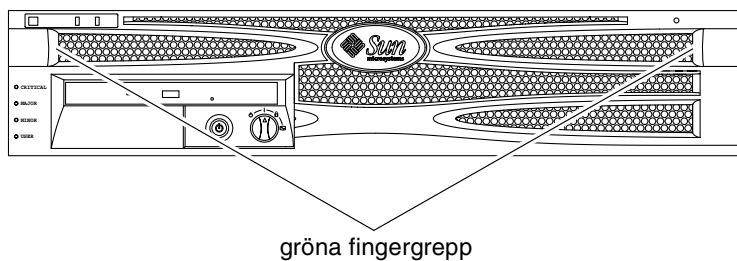

BILD 2-1 Fingergrepp på infattning
1. Fatta frontinfattningen vid de två fingergreppen och rotera ner till öppen position (BILD 2-1).